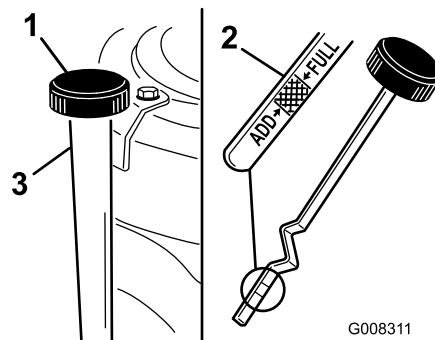

Figura 23
7. Limpie alrededor de la varilla (Figura 23) para impedir que caiga suciedad por el orificio de llenado y cause daños en el motor.
8. Desenrosque la varilla y límpie el extremo metálico (Figura 23).
9. Enrosque la varilla de aceite a fondo en el tubo de llenado (Figura 23).
11. Limpie alrededor de la varilla y desenrosque el tapón (Figura 23).
12. Vierta lentamente aproximadamente un 80% del aceite de motor por el tubo de llenado (Figura 23). Consulte Mantenimiento del aceite del motor.